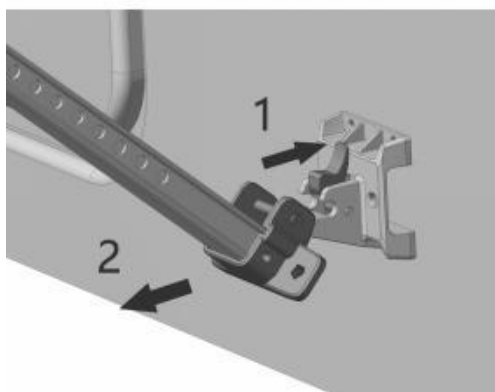

Figura D10
m. Suelte el pestillo de los soportes de instalación inferiores y colóquelo verticalmente en el suelo. (Figura D10)